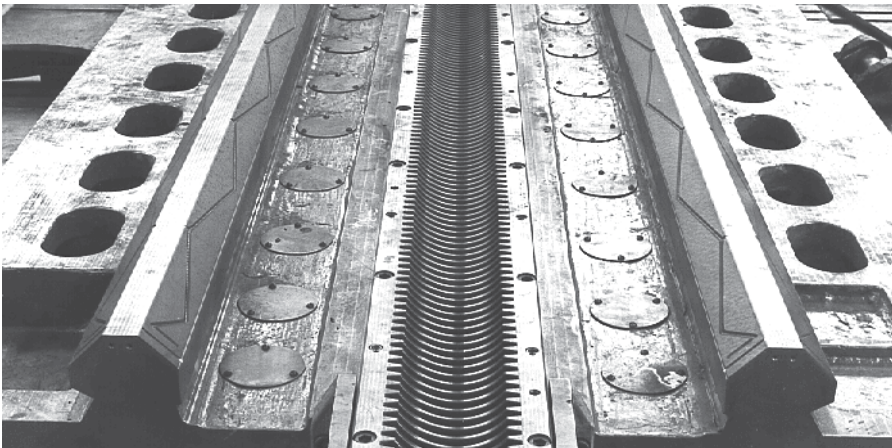

Bild 4:
4) Zur Überprüfung der rechtwinkligen Lage der Bettschlittenführung zur Spindelachse wird eine Vorrichtung wie in Abb. 4 gezeigt verwendet. Die Berichtigung der Lage erfolgt durch zwei Keile an der vorderen senkrechten Führung zwischen Bett und Bettschlitten. Vorsicht beim Abtragen des herausgequollenen Gleitbelages an den Längs- und Stirnseiten. Nicht abklopfen! Bei maschineller Nacharbeit oder Schaben beachten Sie bitte die Verarbeitungsrichtlinien. Bettschlitten umdrehen, wieder auf das Bett auf-